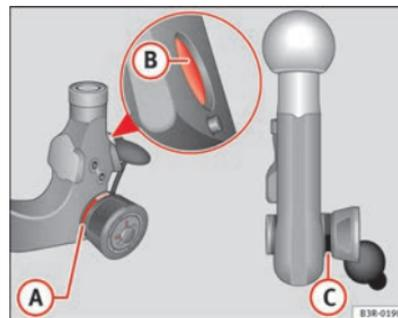

Fig. 154 Dispositivo desmontable para remolque: Rótula
- Compruebe si la marca roja (A) ⇒ página 210, fig. 154 de la rueda moleteada se encuentra en la zona negra de la rótula.
- Compruebe si las bolas del perno de bloqueo (B) que se encuentran en los orificios del vástago de encaje están hundidas.
- Compruebe que la rueda moleteada sobresalga claramente de la rótula, de forma que entre ambas quede una ranura (C).